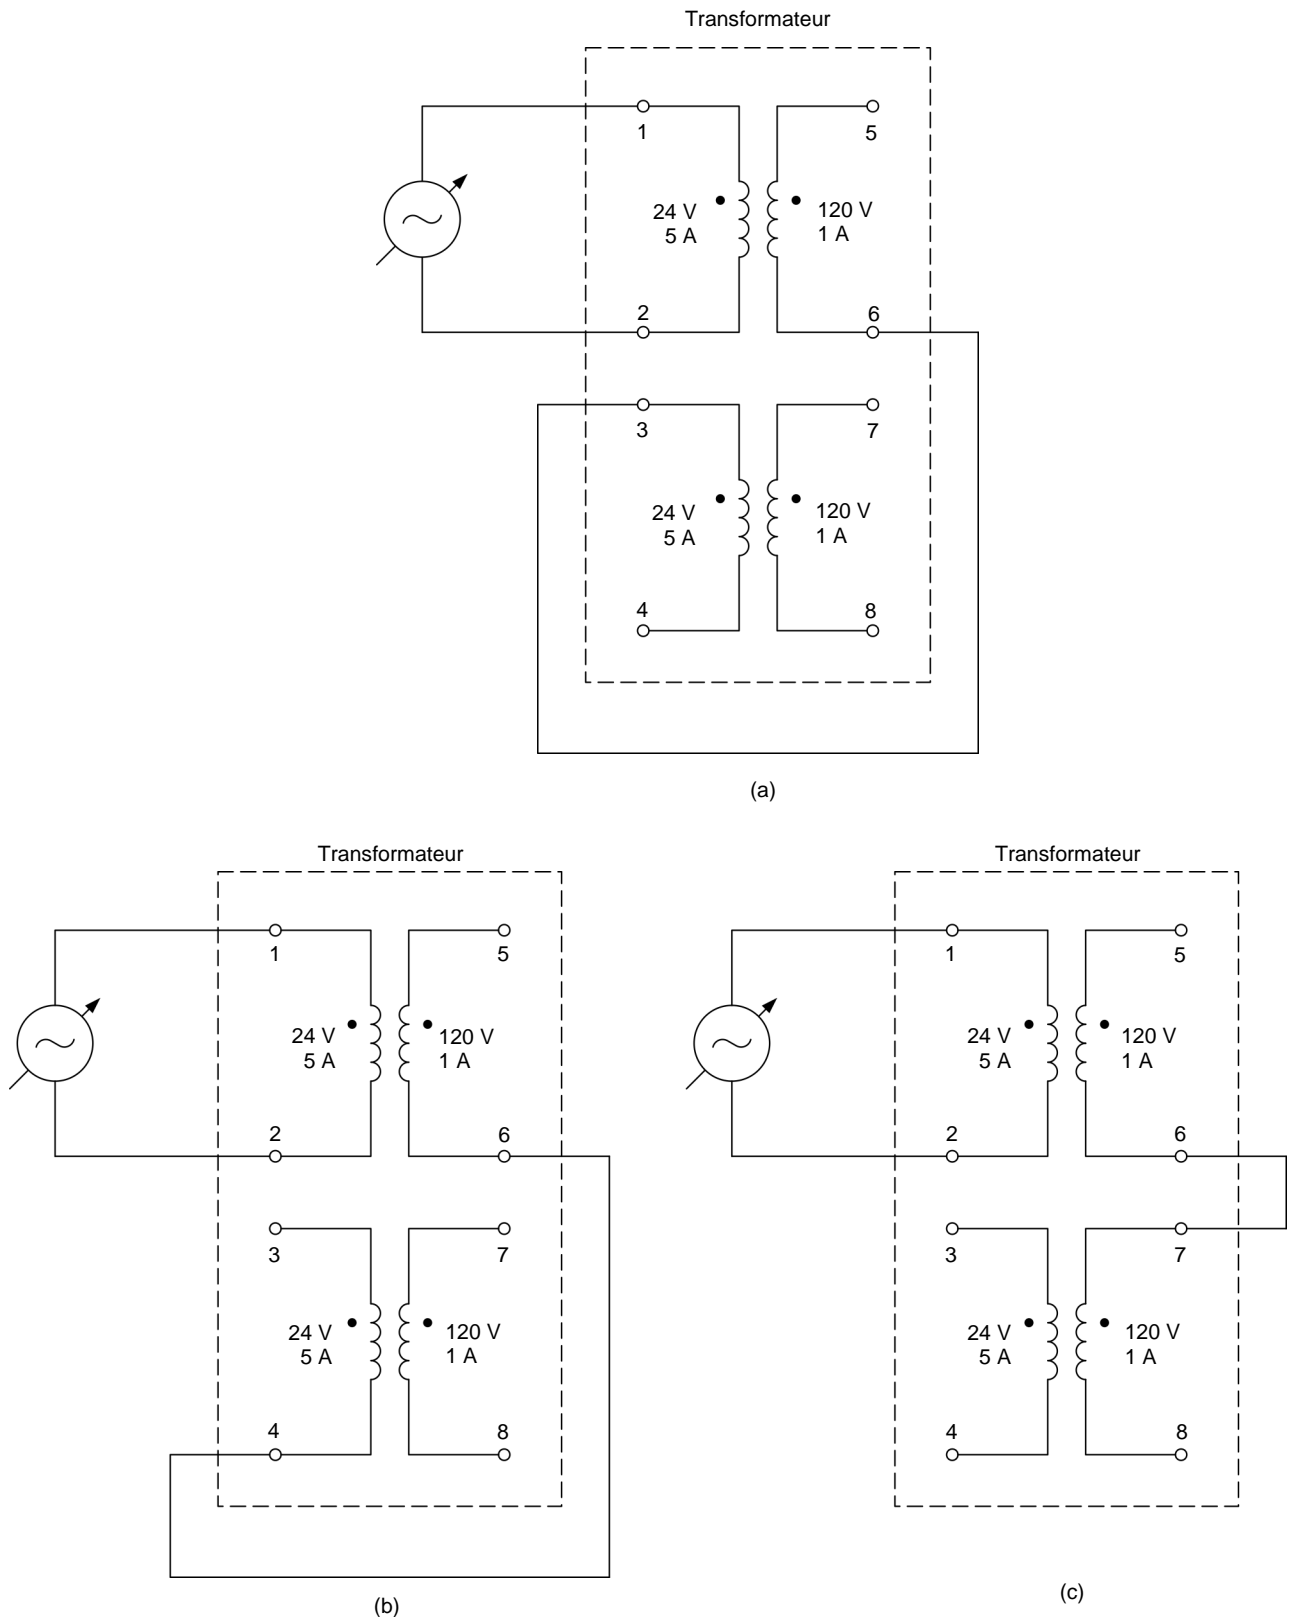

Figure 16. Différentes connexions en série d'enroulements de transformateur.
16. Considérez les trois connexions des enroulements de transformateur tel que montré dans la figure 16. Dans cette figure, l'enroulement 1-2 est considéré l'enroulement primaire du transformateur et est connecté à une source d'alimentation ca de 24 V. Déterminez la tension qui devrait être induite à chaque combinaison d'enroulements connectés en série.
Dans toutes les connexions de transformateur de la figure 16, la capacité du transformateur est limitée à 120 VA, parce que toute la puissance est transférée par l'enroulement 1-2, qui a des valeurs nominales de 24 V et 5 A.